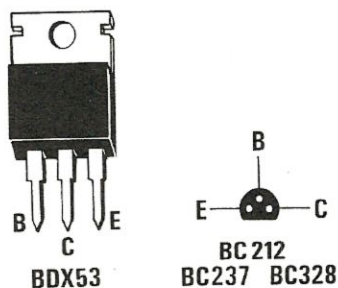

Fig. 4 Connessioni del Darlington BDX53 e dei transistor visti dal basso, cioè dal lato in cui i terminali E-B-C fuoriescono dal corpo plastico.
**Fig. 4** Come tonificante e quindi per la prevenzione degli attacchi asmatici, è consigliabile applicare il puntale positivo, lateralmente, su una delle due gambe, in prossimità della rotula e poi applicare la piastra metallica inumidita, collegata al negativo dell'elettrostimolatore, circa 10-12 centimetri al di sopra di tale punto, senza preoccuparvi della posizione che sceglierete.